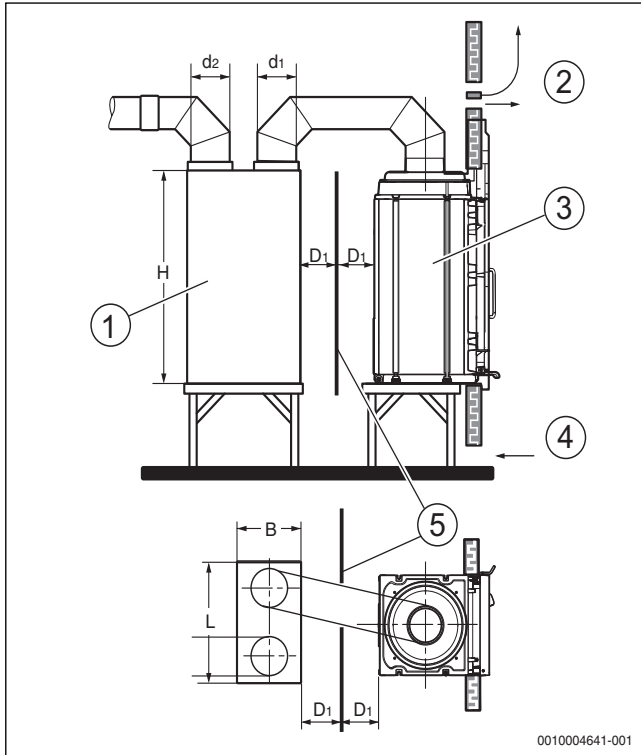
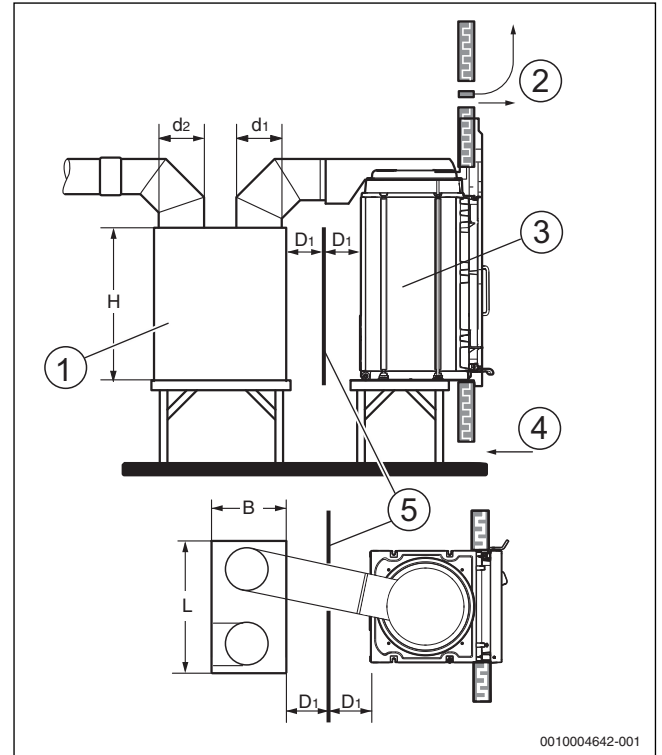

Bild 16 Heizeinsatz mit senkrechter Kuppel
Bild 17 Heizeinsatz mit waagerechter Kuppel
**Legende zu Bild 16 und Bild 17:**